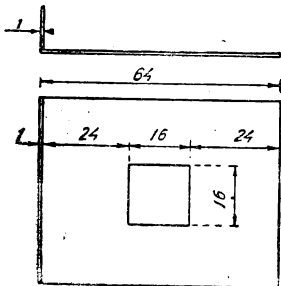

Рис. 46
- 4— катушка контура увлекаемого генератора (5) [31]
- 5— синхронизирующий потенциометр (2)
- 6— сопротивление в 4000 Ω (3)
- 7— ограничительная рамка, изготавливаемая из железа или латуни, размеры указаны на рис. 46.